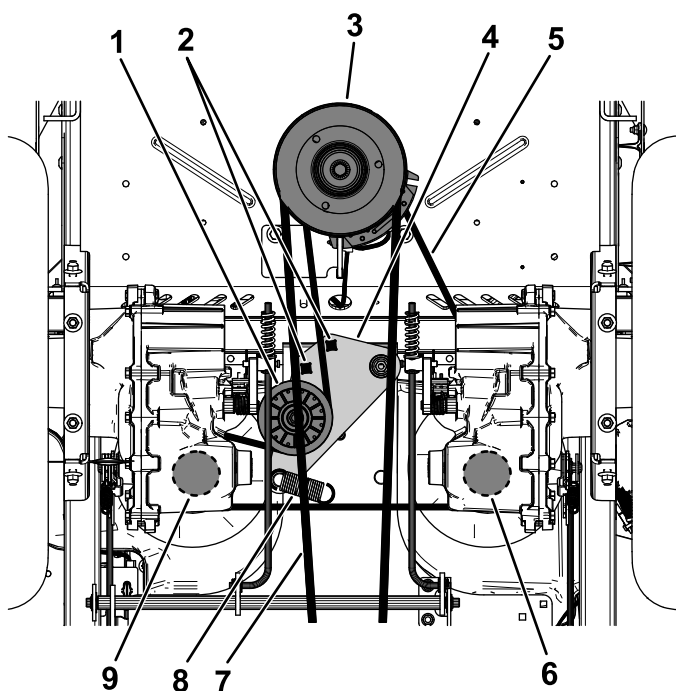

Figure 78
5. Insérez un rochet de ½ pouce ou une poignée articulée dans les trous carrés du bras de la poulie de tension pour détendre le ressort de la poulie de tension (Figure 78).
6. Retirez la courroie existante de la poulie de tension, des 2 poulies d'entraînement de pompe hydraulique et de la poulie du moteur (Figure 78).
7. Chaussez la courroie neuve sur la poulie de tension, la poulie du moteur et les 2 poulies de la pompe hydraulique (Figure 78).